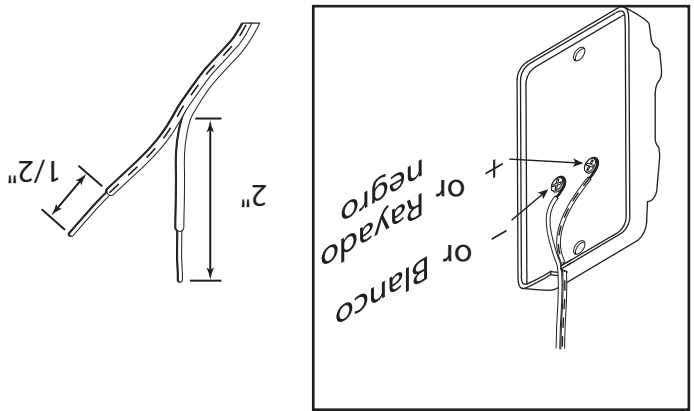

FIG. 3-2 Partiendo y pelando
- **(Fig. 3-2 en la página anterior).**
- Parta y pele los extremos de alambres (**Fig. 3-2**).